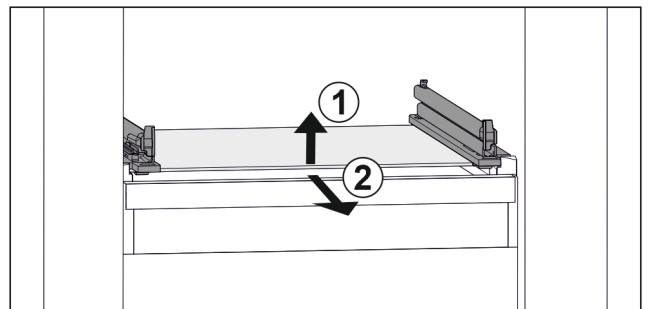

Fig. 76 Beispielhafte Darstellung der Glasplatte
- ▶ Glasplatte vorne anheben. Fig. 76 (1)
- ▶ Glasplatte nach vorne entnehmen. Fig. 76 (2)